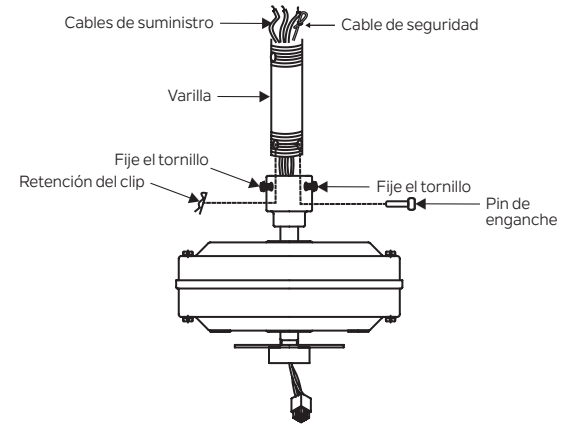

Fig. 8
**Paso 6.** Afloje los dos tornillos de fijación y retire el pasador de enganche y el clip de retención del acoplamiento en la parte superior del conjunto del motor. (Fig. 8)
A continuación, reemplace el pasador de enganche y el clip de retención. Apriete ambos tornillos de fijación. (Fig. 8)